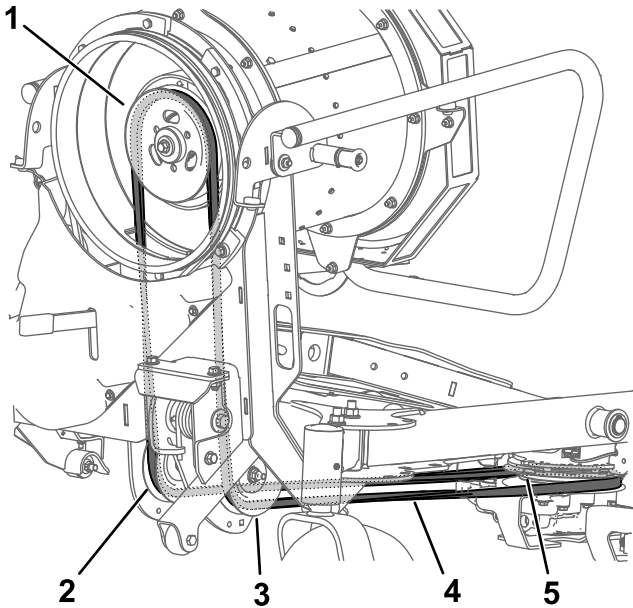

Figure 37
6. Enlevez la courroie de la poulie de ventilateur (Figure 37).
7. Faites descendre la courroie à travers l'adaptateur d'entraînement, puis acheminez-la autour des poulies de tension et de la poulie d'embrayage (Figure 37). Vérifiez que la courroie est correctement chaussée dans les gorges des poulies.